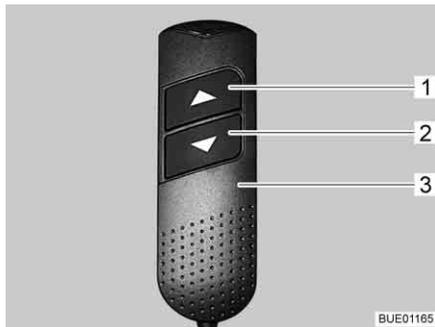

Fig. 134 Elemento de mando manual
- En el elemento de mando manual (Fig. 134,3), pulsar la tecla "▼" (Fig. 134,2) y mantenerla pulsada. La sección de los pies se introducirá. Las cabeceras del somier se levantarán.
- En el elemento de mando manual (Fig. 134,3), pulsar la tecla "▲" (Fig. 134,1) y mantenerla pulsada. La sección de los pies se extenderá. Las cabeceras del somier se bajarán.
- En el elemento de mando manual (Fig. 134,3), pulsar las teclas "▼" (Fig. 134,2) o bien "▲" (Fig. 134,1) hasta que se haya alcanzado la posición deseada.